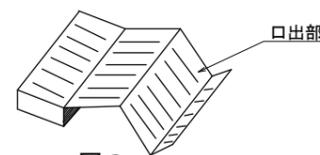

図3
(3) 記録紙は印刷面を表面にし、図3の口出部方向からカートリッジに組み入れます。(図3)